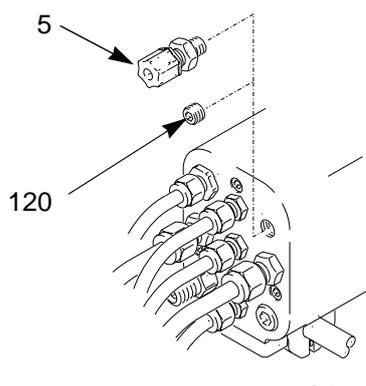

Fig. 6. Pieza de conexión para fibra óptica
1. Retire el tapón (120) del orificio para fibra óptica, e instale la pieza de conexión de la fibra óptica (5, se envía desmontado con la pistola). Vea Fig. 6.